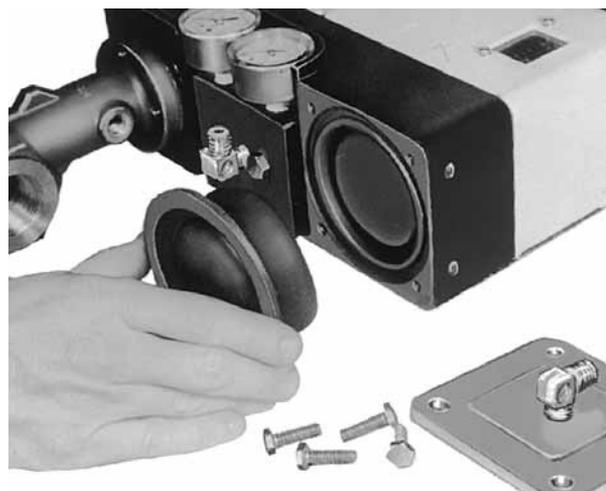

Рисунок 17 - Замена мембраны
5.1 Снятие мембраны привода (рис. 17, 24, 25, 26 и 27)
- A. Отвинтите две гайки напорного патрубка (138А) и вытяните трубку (140). Снимите четыре винта крышки с головкой под ключ (139) и крышку мембраны (137). Снимите изношенную мембрану. Возьмите новую мембрану (136) и установите ее на поршень, как показано на рисунке 17. Вставьте ролик диафрагмы в паз кронштейна. Соблюдайте осторожность, чтобы не перекрутить и не согнуть диафрагму во время замены. Установите на место крышку мембраны (137) с четырьмя винтами (139) и снова соедините трубку с двумя гайками напорного патрубка (138А). Убедитесь, что все соединения герметичны.